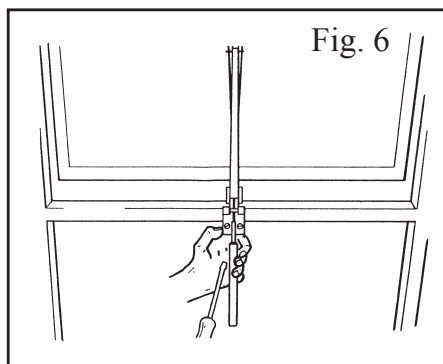

Fig. 6
4. Draai in het midden van het raamkozijn de raamhaak van de raamopener goed vast – zie Fig. 6.